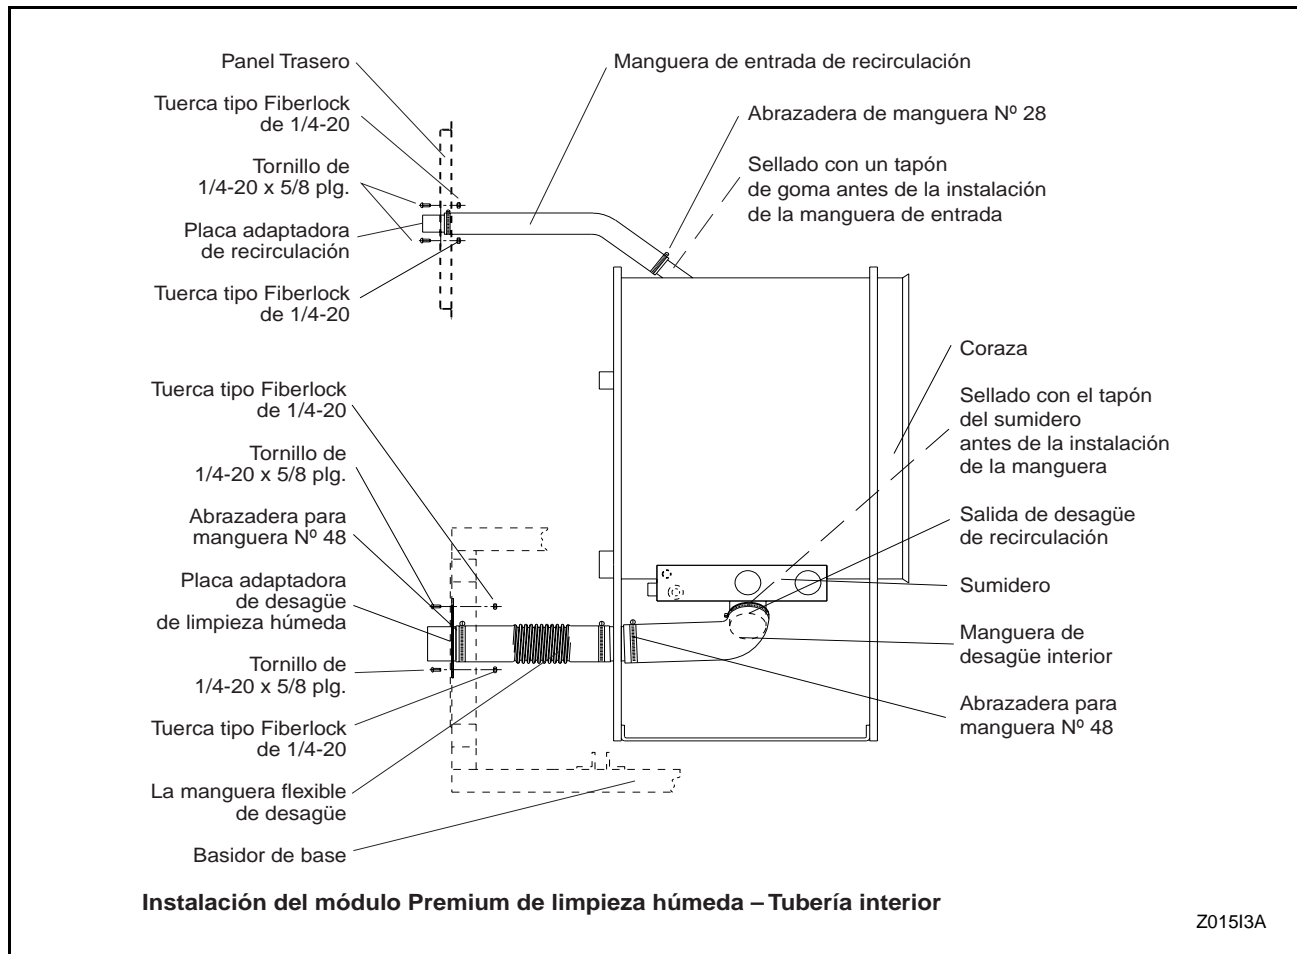

Figura 20
- b. Quite el tapón del sumidero de la salida de desagüe de recirculación. Vea la Figura 20.
- d. Instale la manguera interior de desagüe y la manguera flexible de desagüe como se muestra en la Figura 20.
- a. Saque la tapa de la entrada de recirculación ubicada en la parte superior de la coraza. Vea la Figura 20.